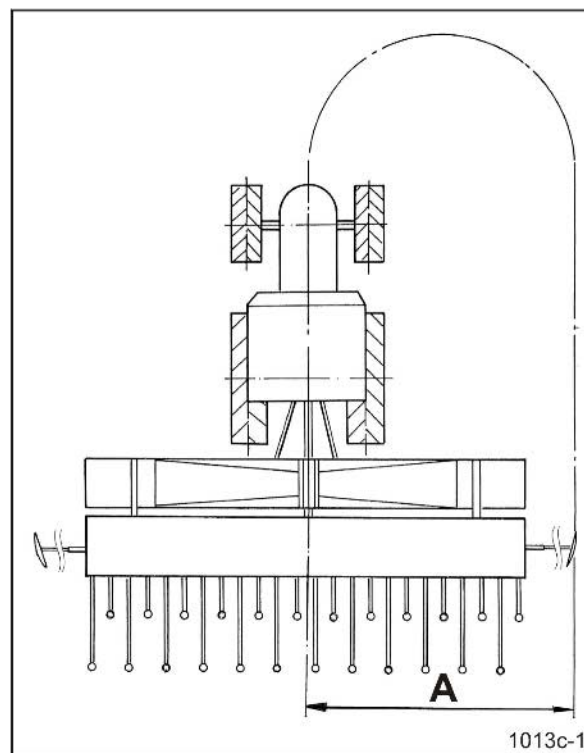

Fig. 87
4. Spuranreißerlänge auf Abstand „A“ (Fig. 87) einstellen.
Gemessen wird der Abstand A (Fig. 87)